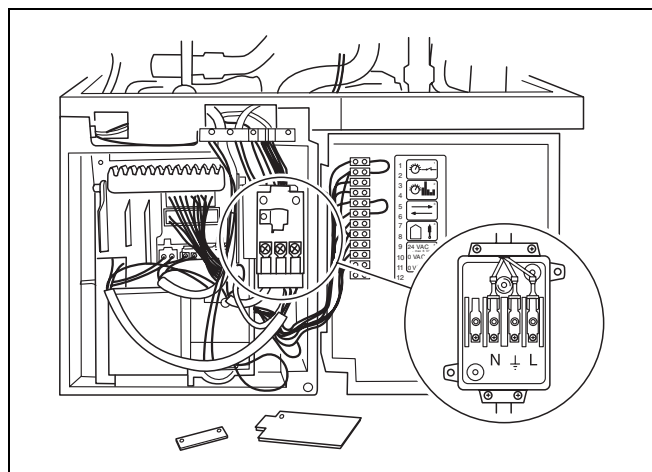

fig. 11 Raccordement au réseau
- Enfiler le câble par le serre-câbles dans le boîtier (fig. 11) et effectuer la connexion aux bornes selon le schéma électrique.